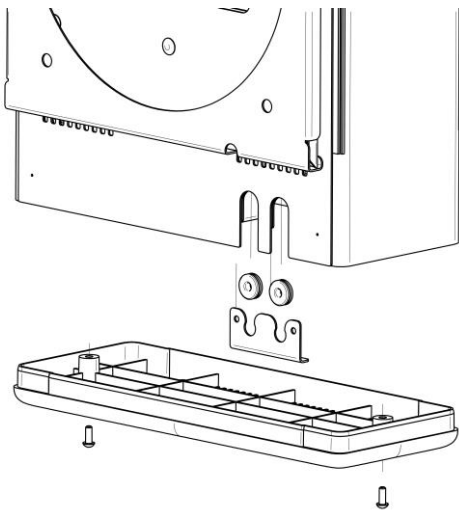

Рис. 27
3. Извлеките прижимную пластину. Вставьте резиновые втулки в пазы прижимной пластины и установите пластину на место, см. Рис. 27.
4. Установите нижнюю крышку и закрепите ее винтами, см. Рис. 27. Подключите питание.